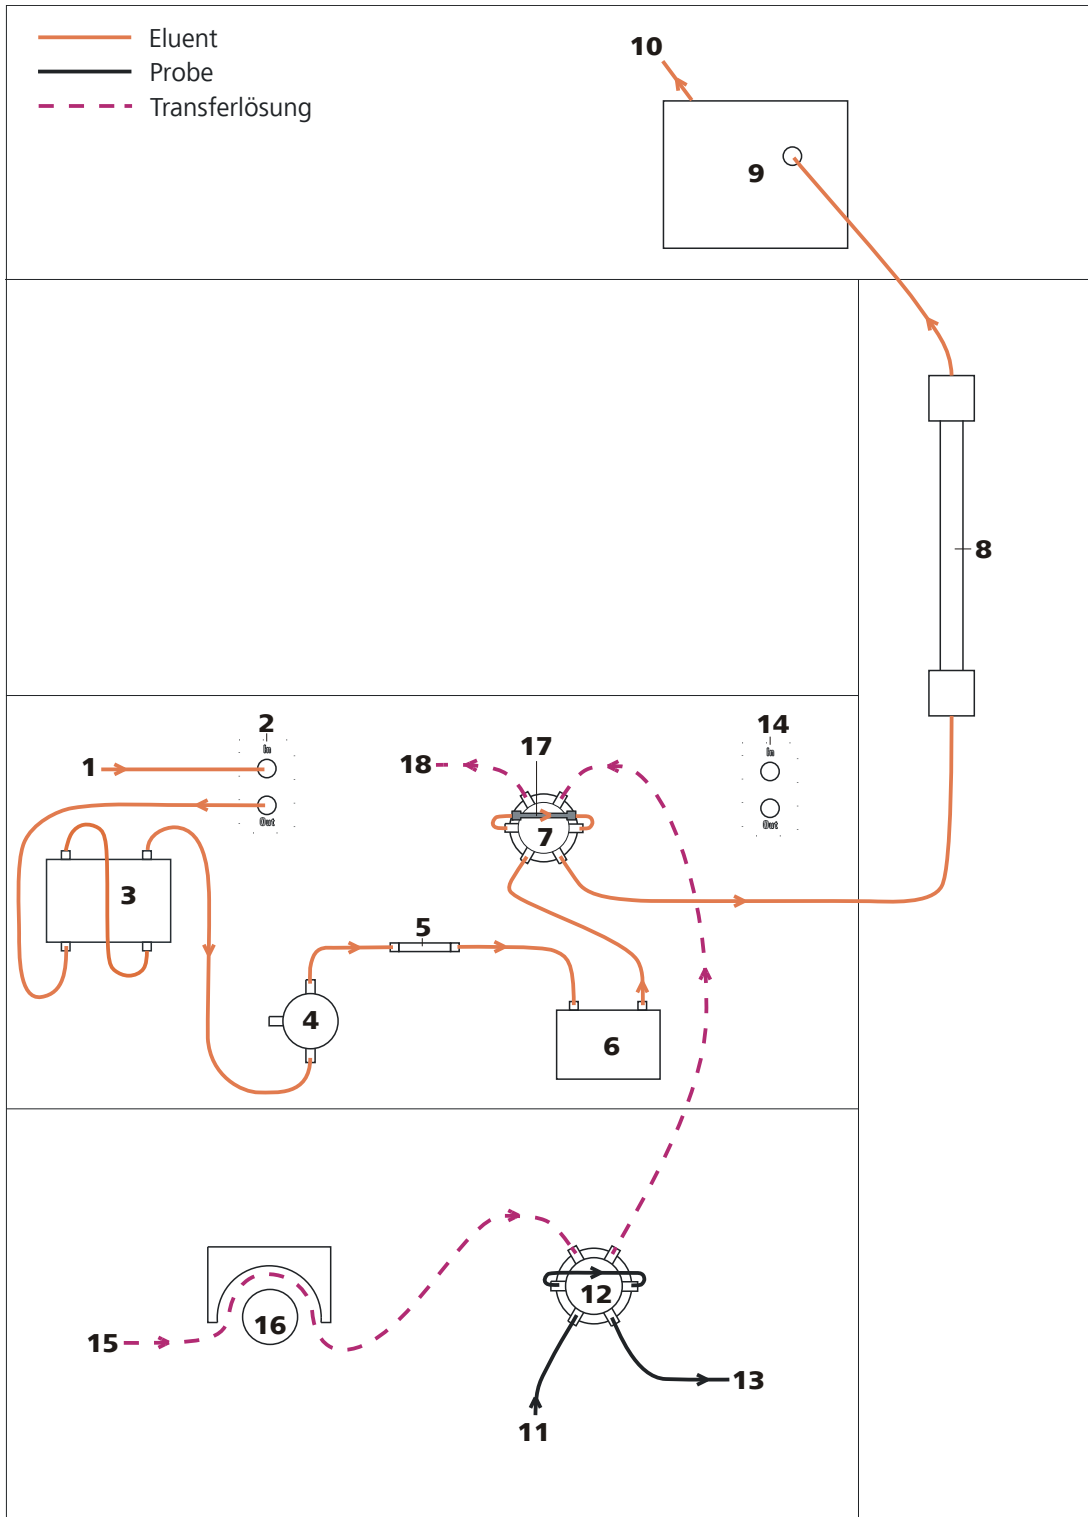
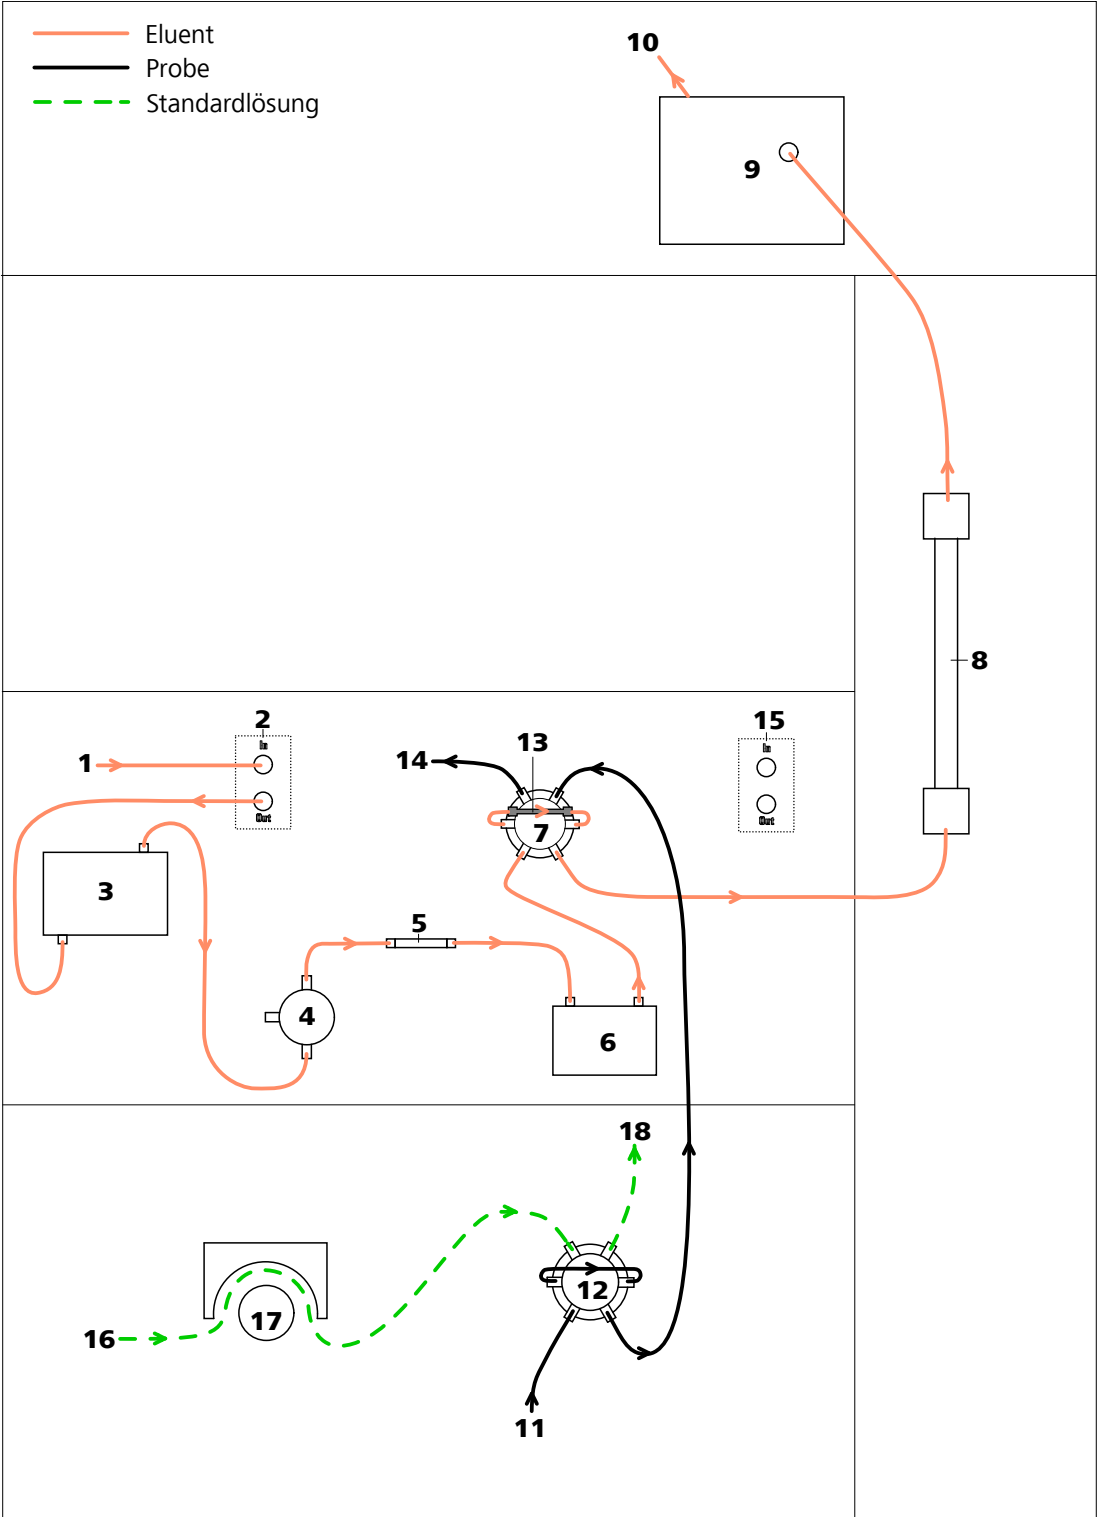

Abbildung 2 Flussschema für Matrixeliminierung mit Transferverfahren
Abbildung 3 Flussschema für Standardaddition mit Anreicherung
*Abbildung 2 Flussschema für Matrixeliminierung mit Transferverfahren und Abbildung 3 Flussschema für Standardaddition mit Anreicherung* zeigen die Flusspfade für zwei mit dem 2.850.1050 durchführbare Analyse-Techniken. Die grafische Anordnung der Module entspricht der Frontansicht des Gerätes. Flüssigkeitsbehälter (Eluentenflasche, Probengefäß, Abfallbehälter, Hilfslösungsbehälter) und Vorsäule (*siehe Kapitel 2.20, Seite 57*) sind nicht eingezeichnet. Welche Druckschrauben, Anschlüsse und Kupplungen verwendet werden, ist in den Installationskapiteln der einzelnen Module beschrieben.